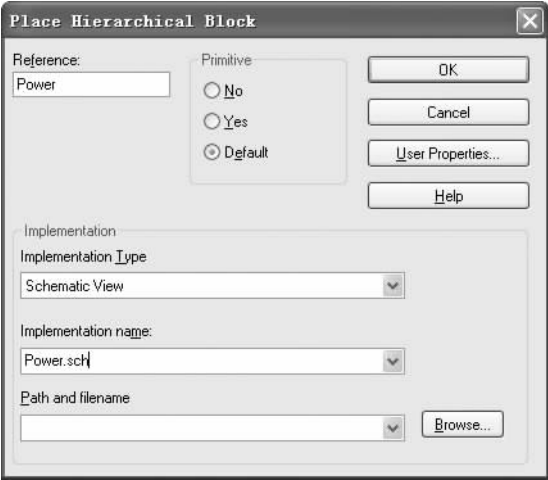

图 6-271 放置图表符对话框
1) 选择菜单栏中的“Place (放置)”→“Hierarchical Block (图表符)”命令，弹出如图 6-271 所示的对话框，在“Reference (参考)”文本框输入“Power”，在“Implementation Type (内层电路类型)”栏的下拉菜单中选择“Schematic View”，在“Implementation name (内层电路图名)”文本框输入“Power. sch”。